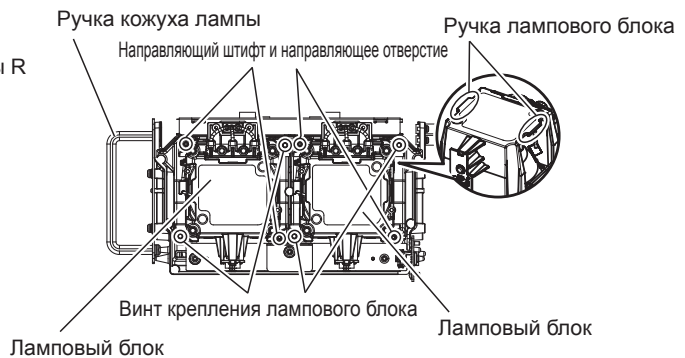

Рис. 4
4) Извлеките ламповый блок. (Рис. 4)